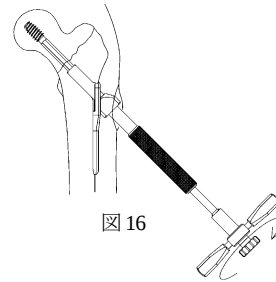
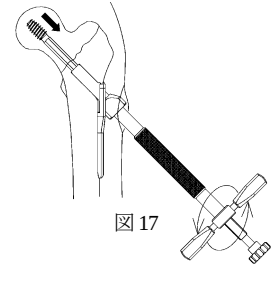

図 16
図 17
- ** 13) キード・ラグスクリュー135° を使用の場合は、プレートインパクトを介して、キードラグスクリュー用圧迫器にて圧迫をかけることができます。キードラグスクリュー用圧迫器 (T) の先端ネジ部をキード・ラグスクリューの後端部に接続します。(図 16) 後端のつまみを押さえながら T ハンドルを回していきます。(図 17) T ハンドル 1 回転で約 1.5mm の圧迫が可能です。